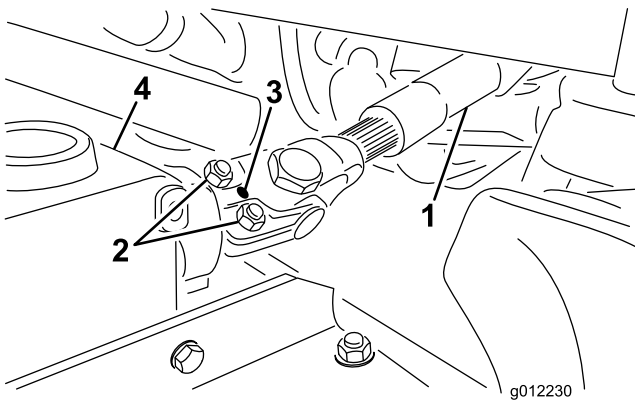

Bild 4
- A. Nehmen Sie den Rollstift aus dem Endjoch und der Getriebewelle (Bild 4).
- B. Lösen Sie die zwei Kopfschrauben und Sicherungsmuttern (Bild 4).
- C. Befestigen Sie das Endjoch der Zapfwellen-Antriebswelle mit dem Rollstift an der Getriebewelle (Bild 4).
- D. Ziehen Sie die Sicherungsmuttern an, um das Endjoch an der Getriebewelle zu befestigen (Bild 4). Ziehen Sie die Sicherungsmutter mit 20 bis 25 N-m an.